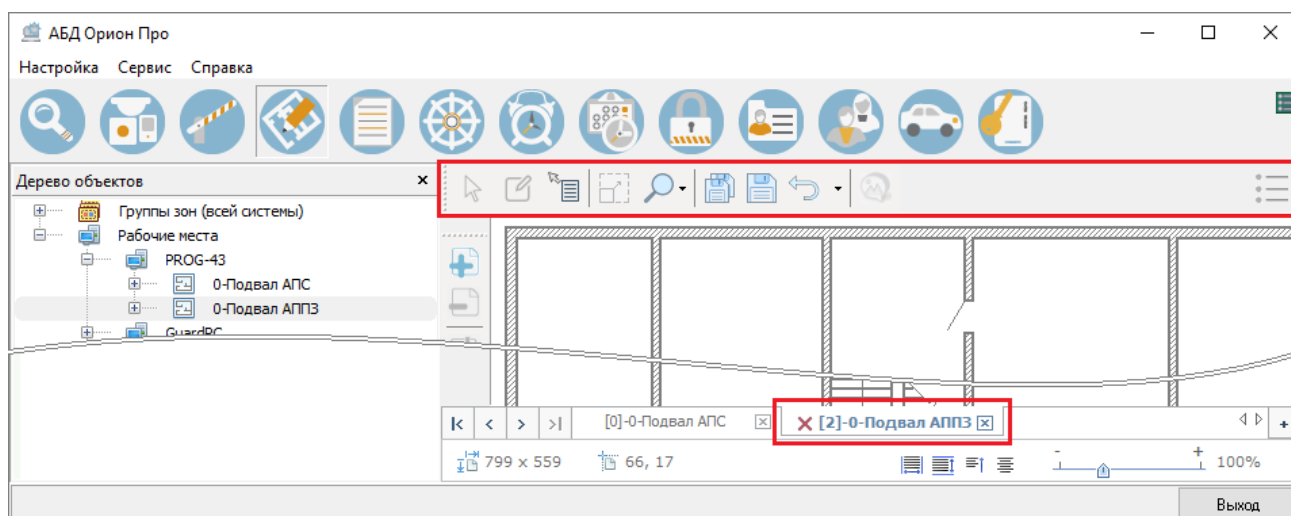

Рисунок 6-542 Помеченный на удаление объект "План помещения"
- либо нажмите кнопку «ОК» для подтверждения установки для объекта «План помещения» отметки на удаление. В этом случае план помечается на удаление (пометка на удаление отображается на ярлыке соответствующего плана в области навигации) и функции редактирования плана становятся недоступными (см. Рисунок 6-542), но установка отметки на удаление может быть отменена (см. п. 6.3.4.1.3.1.8 и п. 6.3.4.1.3.1.9);